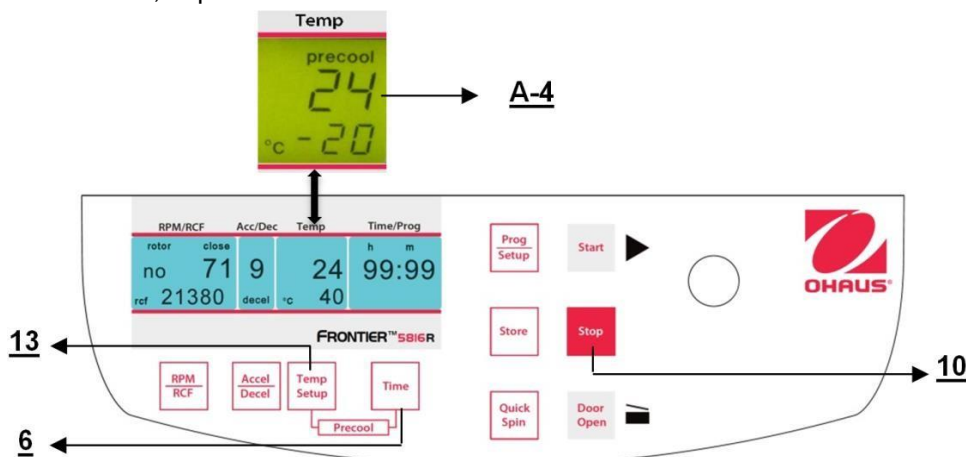

Figure. 23
Si les échantillons sont sensibles à la température, il est utile de pré-refroidir la centrifugeuse, le rotor et finalement les godets à la température requise de fonctionnement. Pour ce faire, insérer le rotor retenu et prédéfinir la température correspondante. En appuyant simultanément sur les touches **"Temp/Setup"** (13) (voir la figure 23) et **"Time"** (6), l'utilisateur démarrera une centrifugation. Pendant le fonctionnement, l'unité choisit automatiquement une vitesse de rotation équivalente à 20 % de celle autorisée du rotor inséré. Après avoir atteint la température prédéfinie, il est possible de quitter le pré-refroidissement avec la touche **"Stop"** (10). En fonction du rotor inséré, le pré-refroidissement dure environ de 10 à 20 minutes.
Pour adapter les données, appuyer sur la touche **"Store"** (12) (voir les figures 23 et 24) pendant 1 seconde environ. Si le programme est correctement mémorisé, le mot **"StorE"** apparaît sur l'affichage **"RPM/RCF"** (A-1). Ceci aura pour effet de faire disparaître le mot **"programm"** (M10).